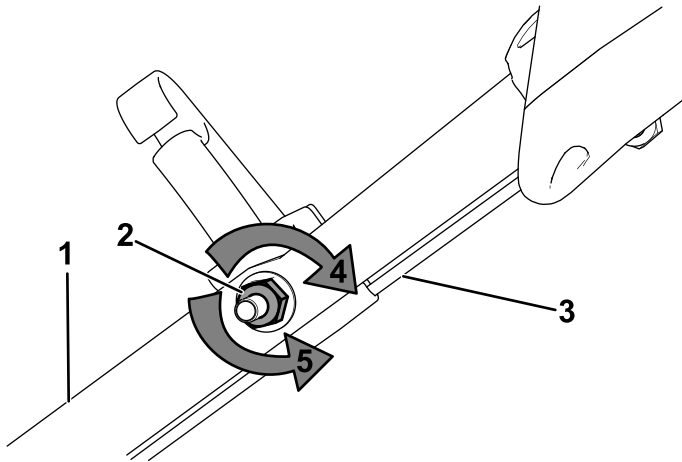

Figura 31
1. Rotii piulia de reglare în sens invers acelor de ceasornic pentru a slăbi cablul (Figura 31).
2. Ajustai tensionarea cablului (Figura 31) trăgându-l în spate sau în față i meninând poziia.